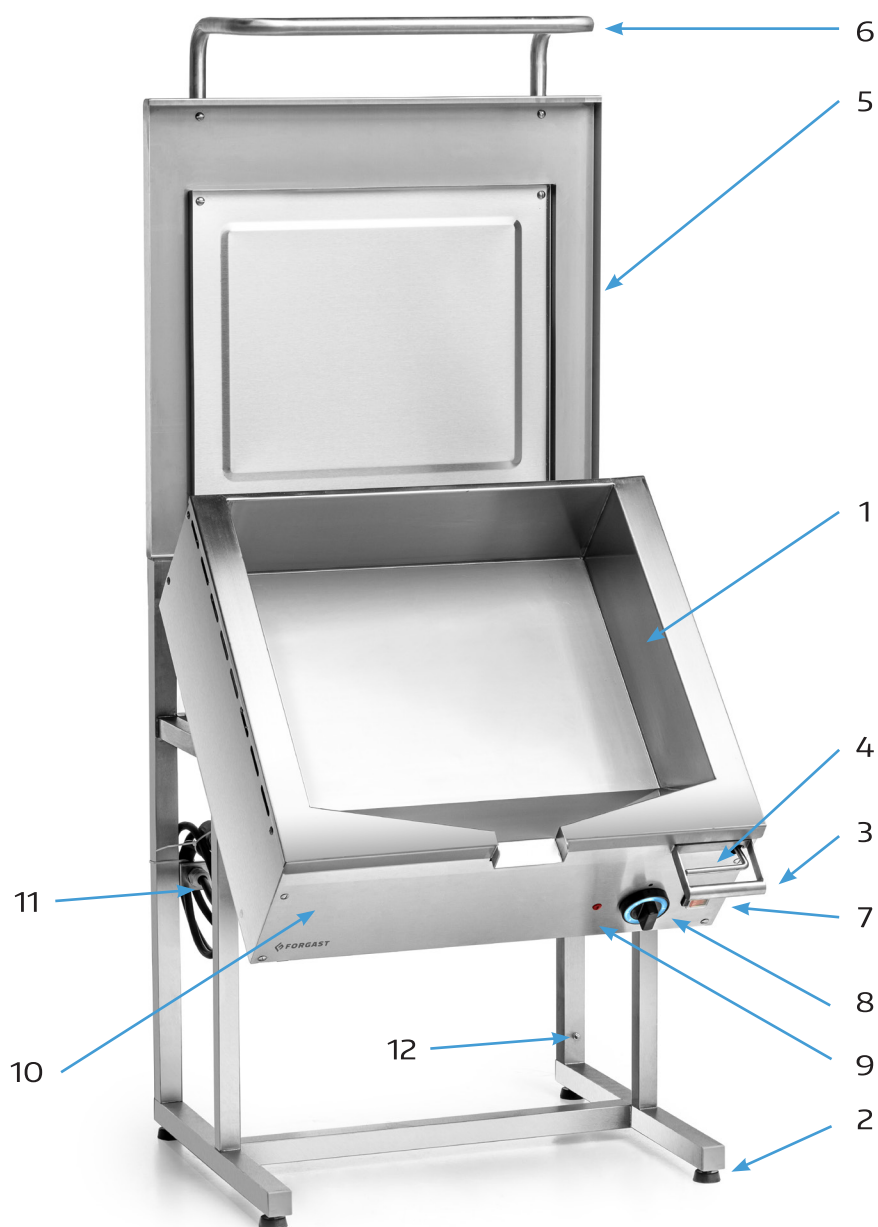

Fig. 1 Vue d'ensemble de la poêle électrique
La poêle électrique FG09430 (fig. 1) est réalisée en acier inoxydable. La partie de travail de la poêle repose sur quatre pieds (pos. 2). L'élément principal de la poêle électrique est la cuve (pos. 1) en acier inoxydable. Sous la cuve sont fixées trois résistances d'une puissance de 2000 W chacune. La cuve peut être inclinée à l'aide d'une poignée munie d'un système de blocage (pos. 3 et 4). La cuve est fermée par un couvercle (pos. 5). Le couvercle s'ouvre au moyen d'une poignée (pos. 6). À l'avant de la poêle se trouve le tableau de commande (pos. 10), sur lequel sont situés le régulateur de température (pos. 8) et le voyant lumineux (pos. 9), ainsi que le limiteur de température placé sous le tableau de commande et la borne de liaison équipotentielle (pos. 12).